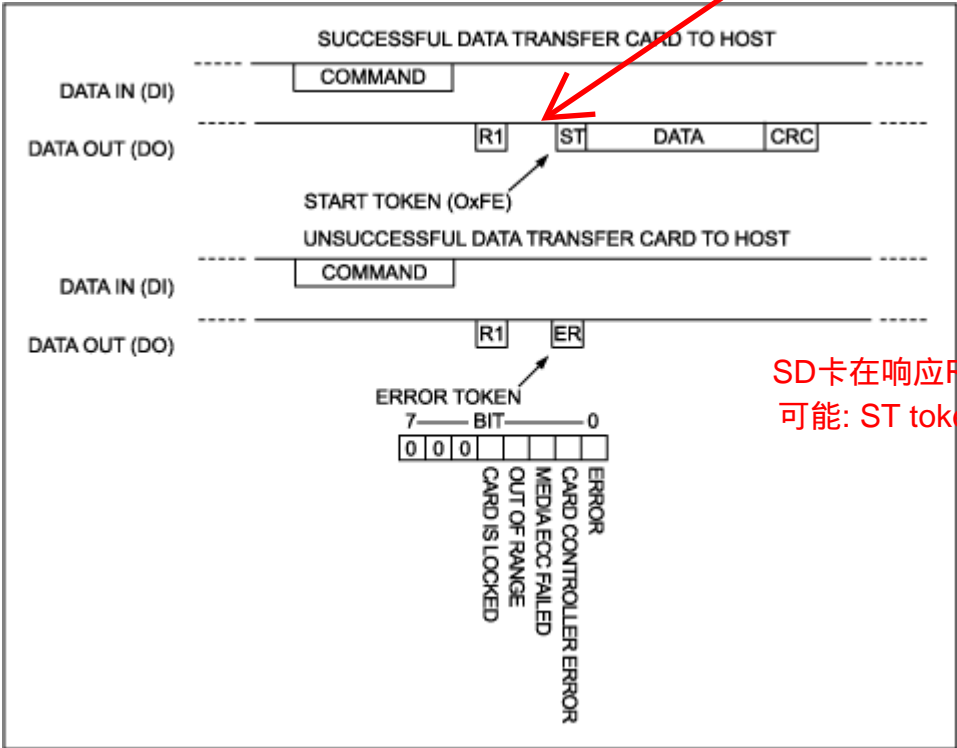

图 6. 从 SD 卡到主机的数据传输要加入一个起始令牌作为前缀。
要读取存储卡的寄存器或数据块，我们首先必须理解存储卡如何响应我们的请求。在 SPI 模式下，SD 卡以 R1 应答 SEND\_CSD (9)、SEND\_CID (10)和 READ\_SINGLE\_BLOCK (17)命令。接着则是一个起始令牌，然后是所请求的数据，最后是数据的 CRC-16 校验和。我们不能想当然地认为数据起始令牌是紧接着 R1 响应即刻发出的，因为总线在这两个事件之间会进入空闲状态一段时间。图 6 显示了数据响应的细节。